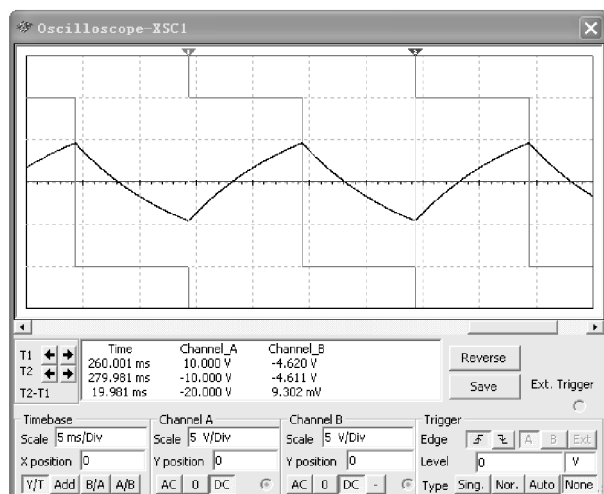

图 6-8 输入方波和输出电容电压全响应波形
3) 打开仿真开关, 双击示波器 XSC1 图标, 弹出其面板, 即可看到输入的方波信号和一阶 RC 电路的全响应波形, 如图 6-8 所示。